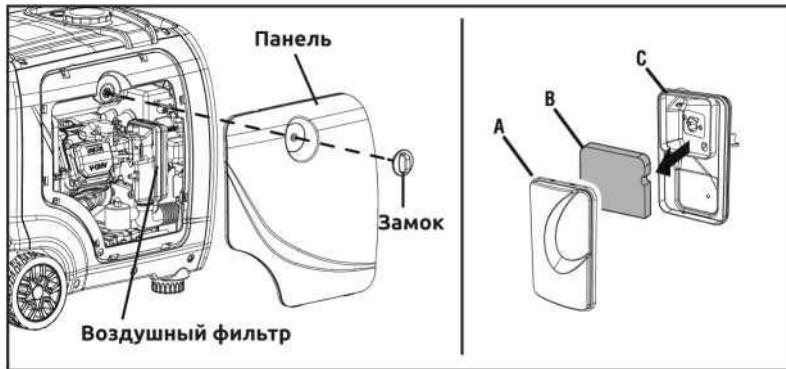

Рисунок 16 - Воздушный фильтр
Двигатель не будет работать на полную мощность, если воздушный фильтр будет поврежден или забит мусором. Прочищайте фильтр каждые 200 часов или раз в год (Рис. 16). Прочищайте чаще либо меняйте фильтр, если работа ведется в сильно запыленных условиях.
- Снимите защитный экран воздушного фильтра и вытащите фильтр (Рис.16).